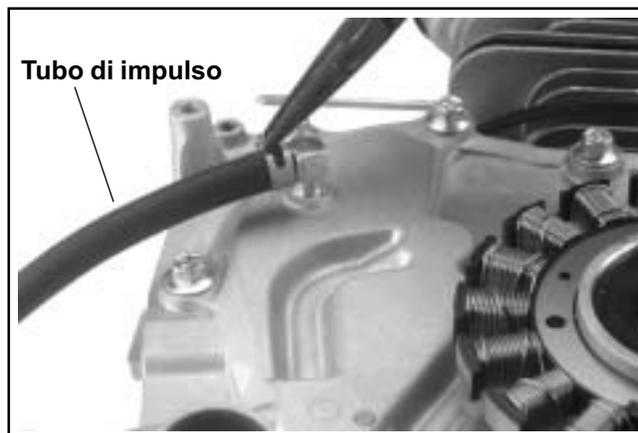

Figura 10-44. Collegamento del tubo di impulso al raccordo.
2. Qualora sia presente un raccordo, collegare il tubo di impulso della pompa di alimentazione e fissarlo con la fascetta. Vedere Figura 10-44.